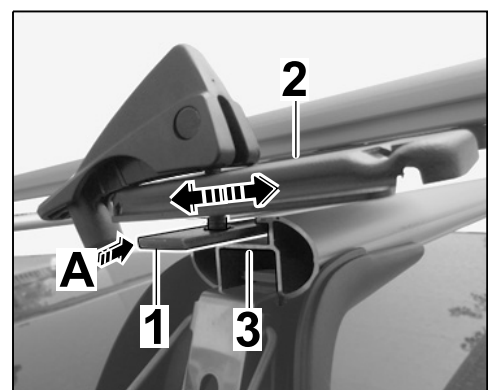

Bild 22
5.4 T-Bolzen von Halteplatte hinten in die Nut Träger Dachtransportsystem einführen (⇒ Bild 22 -A-).
Halteplatte hinten am Rennradträger gegebenenfalls nach vorn / hinten verschieben (⇒ Bild 22 -Pfeile-).